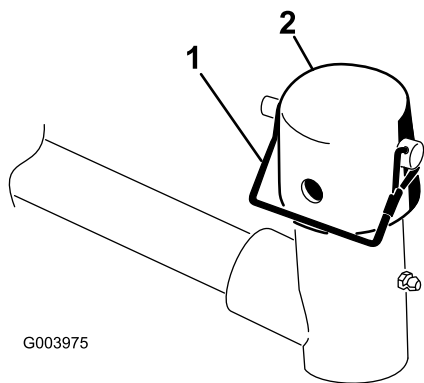

Figura 10
7. Togliete il perno di ritenuta e il cappuccio dalla forcella di articolazione del braccio di sollevamento (Figura 10).
11. Fissate il cappuccio e l'albero del telaio portante alla forcella del braccio di sollevamento con il perno di ritenuta (Figura 10).